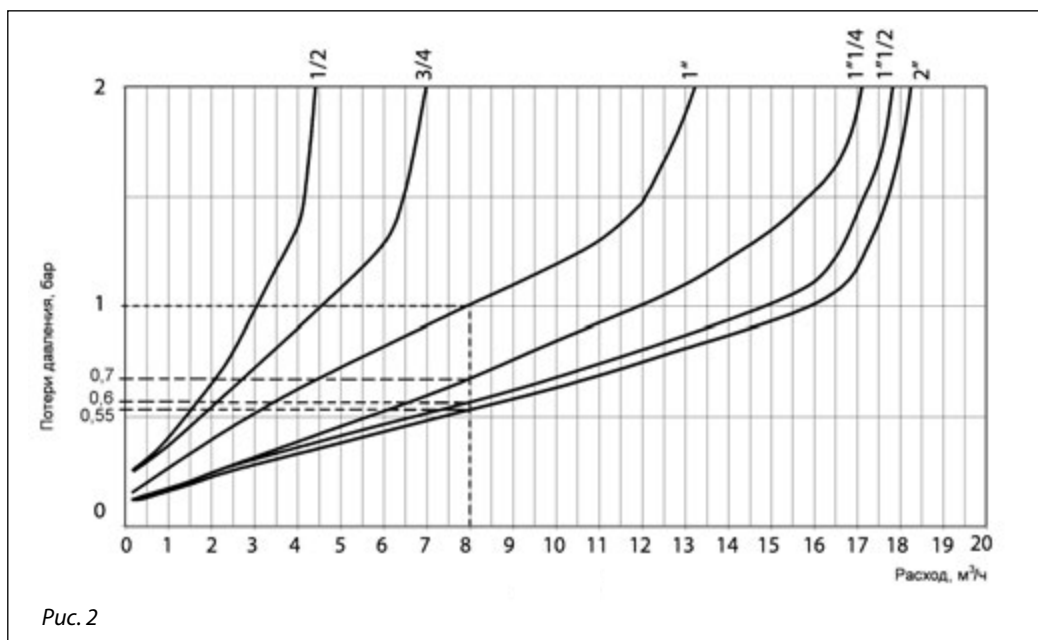

Рис. 2
указанным давлениям лежит внутри области применимости (рис.2)
2. Выбрать условный проход клапана редукционного 11 bis (рис. 2).
Падение давления в каждом случае зависит от условного прохода клапана и расхода среды через клапан, и может быть определено по диаграмме на рис. 2.
1. Проверка применимости по давлению до и требуемому давлению после клапана (рис. 2).